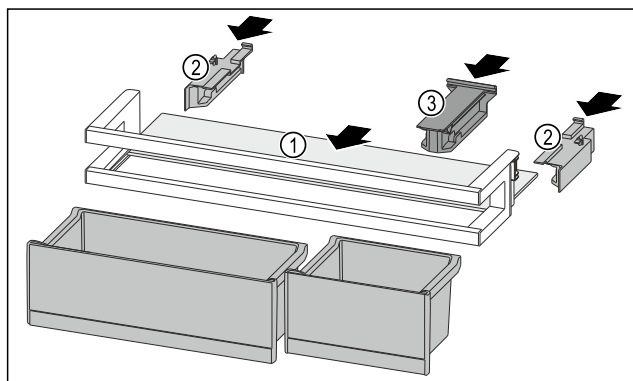

Fig. 96
- ▶ 将搁板 Fig. 96 (1) 推入侧面凹槽。
- ▶ 插入侧面部分 Fig. 96 (2)。
- ▶ 插入定位件 Fig. 96 (3)。